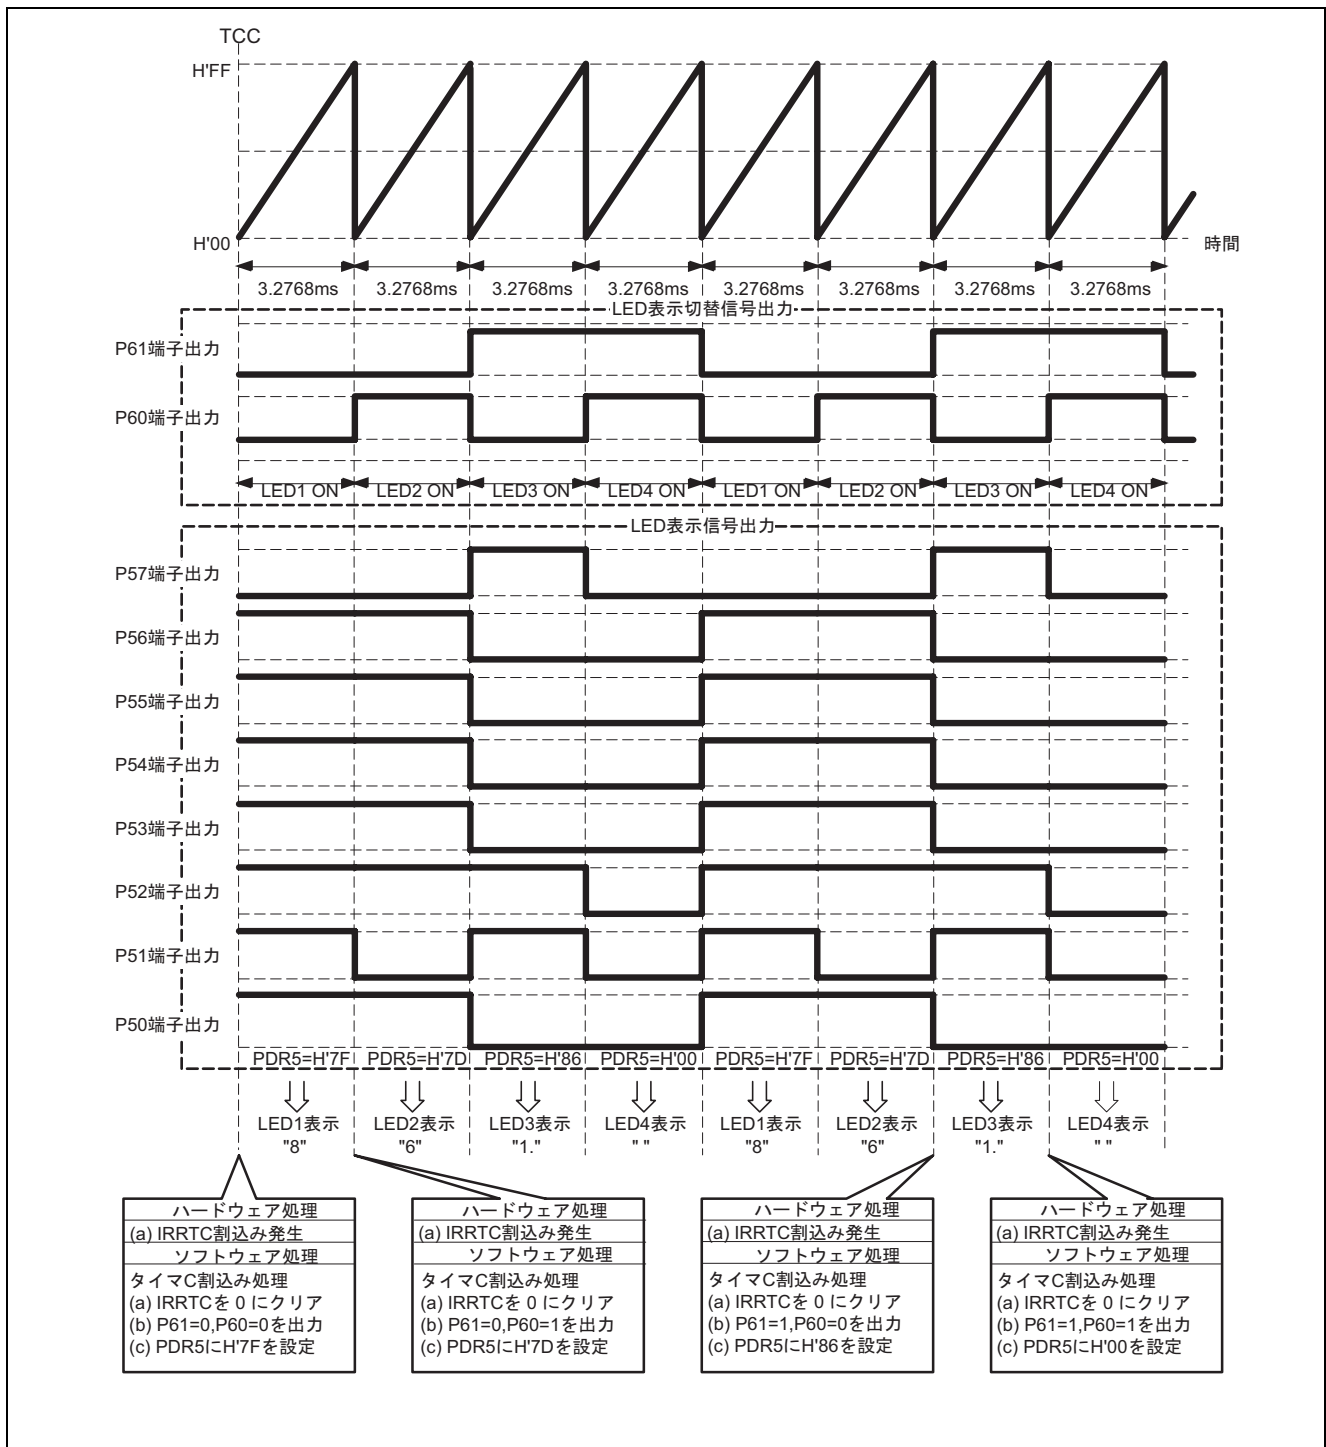

図7 7セグメントLED表示制御の動作原理
(2) 7セグメントLEDの表示制御の動作原理について説明します。図7はLED4~LED1に“1.68”を表示する場合の動作原理について説明しています。図7に示すようにタイマCオーバフロー周期ごとにLED1~LED4を順番に表示させることにより7セグメントLEDのダイナミック表示を行っています。